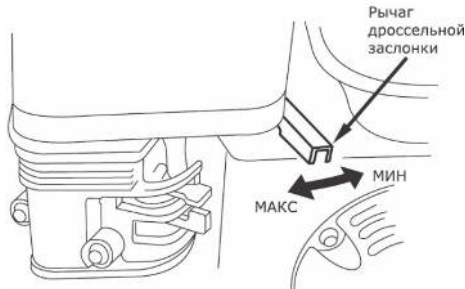

Рис. 9
5. Поверните рычаг дроссельной заслонки на $\frac{1}{3}$ хода в сторону положения «**Макс**» (Рис. 9).